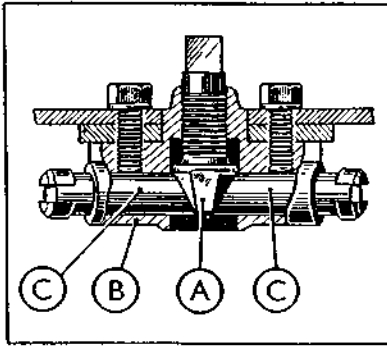

Fig. 2.
**2. The Expander Unit.**Fig. 2.